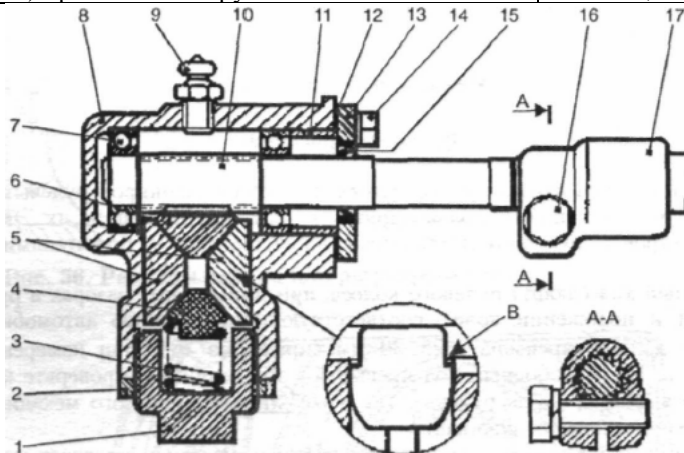

Рис. 38. Рулевой механизм:
- отпустите контргайку 2 (рис.38) и заверните пробку 1 до упора, а затем отпустите на 1/2 грани. Вращая шестерню за хвостовик или рулевое колесо, убедитесь, что нет заклинивания в механизме во всем диапазоне перемещения рейки от упора до упора. Отпускать пробку следует на минимальную величину, обеспечивающую отсутствие заедания, так как слабая подтяжка рейки может привести к появлению стуков в процессе эксплуатации. По окончании регулировки, придерживая пробку, затяните контргайку и убедитесь, что регулировка не нарушилась. Для регулировки осевого люфта шестерен: